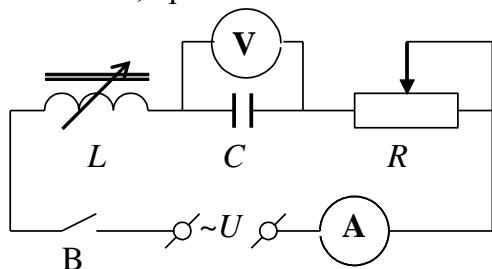

Рис.8
2. Соберите электрическую цепь по схеме (рис.8), включив в нее сначала конденсатор $C_2=15\text{ мкФ}$.